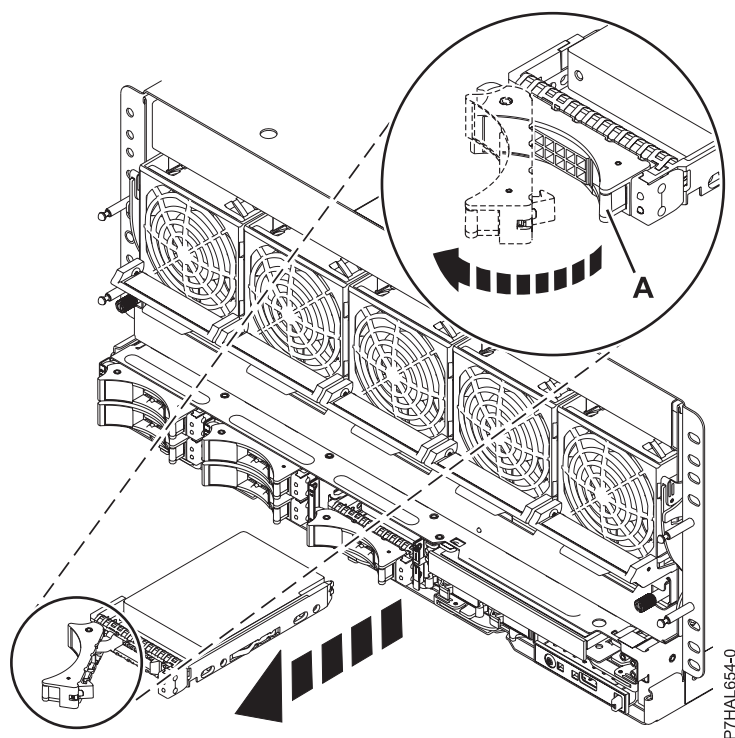

Figura 33. Extracción de una unidad de disco del sistema
1. Desbloquee el asa de la unidad ejerciendo presión y tirando de ella hacia usted, como se ve en Figura 33 en la página 55. Si el asa no está extendida del todo, la unidad de disco o la unidad de estado sólido no se puede deslizar hacia fuera del sistema o de la unidad de expansión.